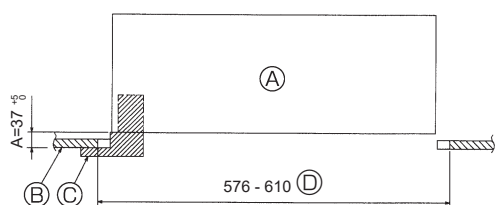

Fig. 10-2
10.2. Förberedelse för fäste av gallret (Fig. 10-2)